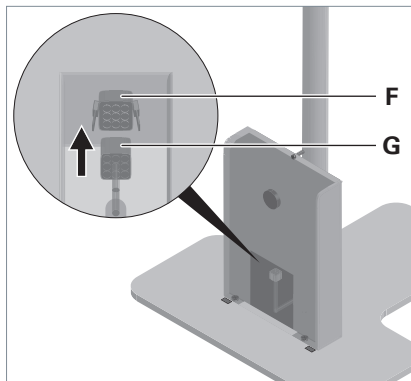

Fig. 4: Collegare l'unità di alimentazione.
- Inserire la spina **G** nella bussola **F**, vedi Fig. 4.